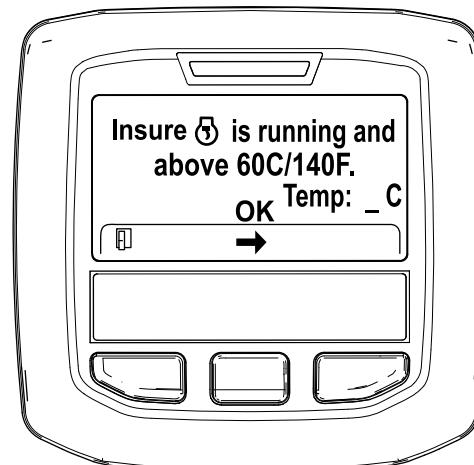

Figura 32
5. Si la temperatura del refrigerante está por debajo de 60°C (140°F), aparece el mensaje "Insure  is running and above 60C/140F" (Asegúrese de que funcione y esté por encima de 60 °C/140 °F). (Figura 32).